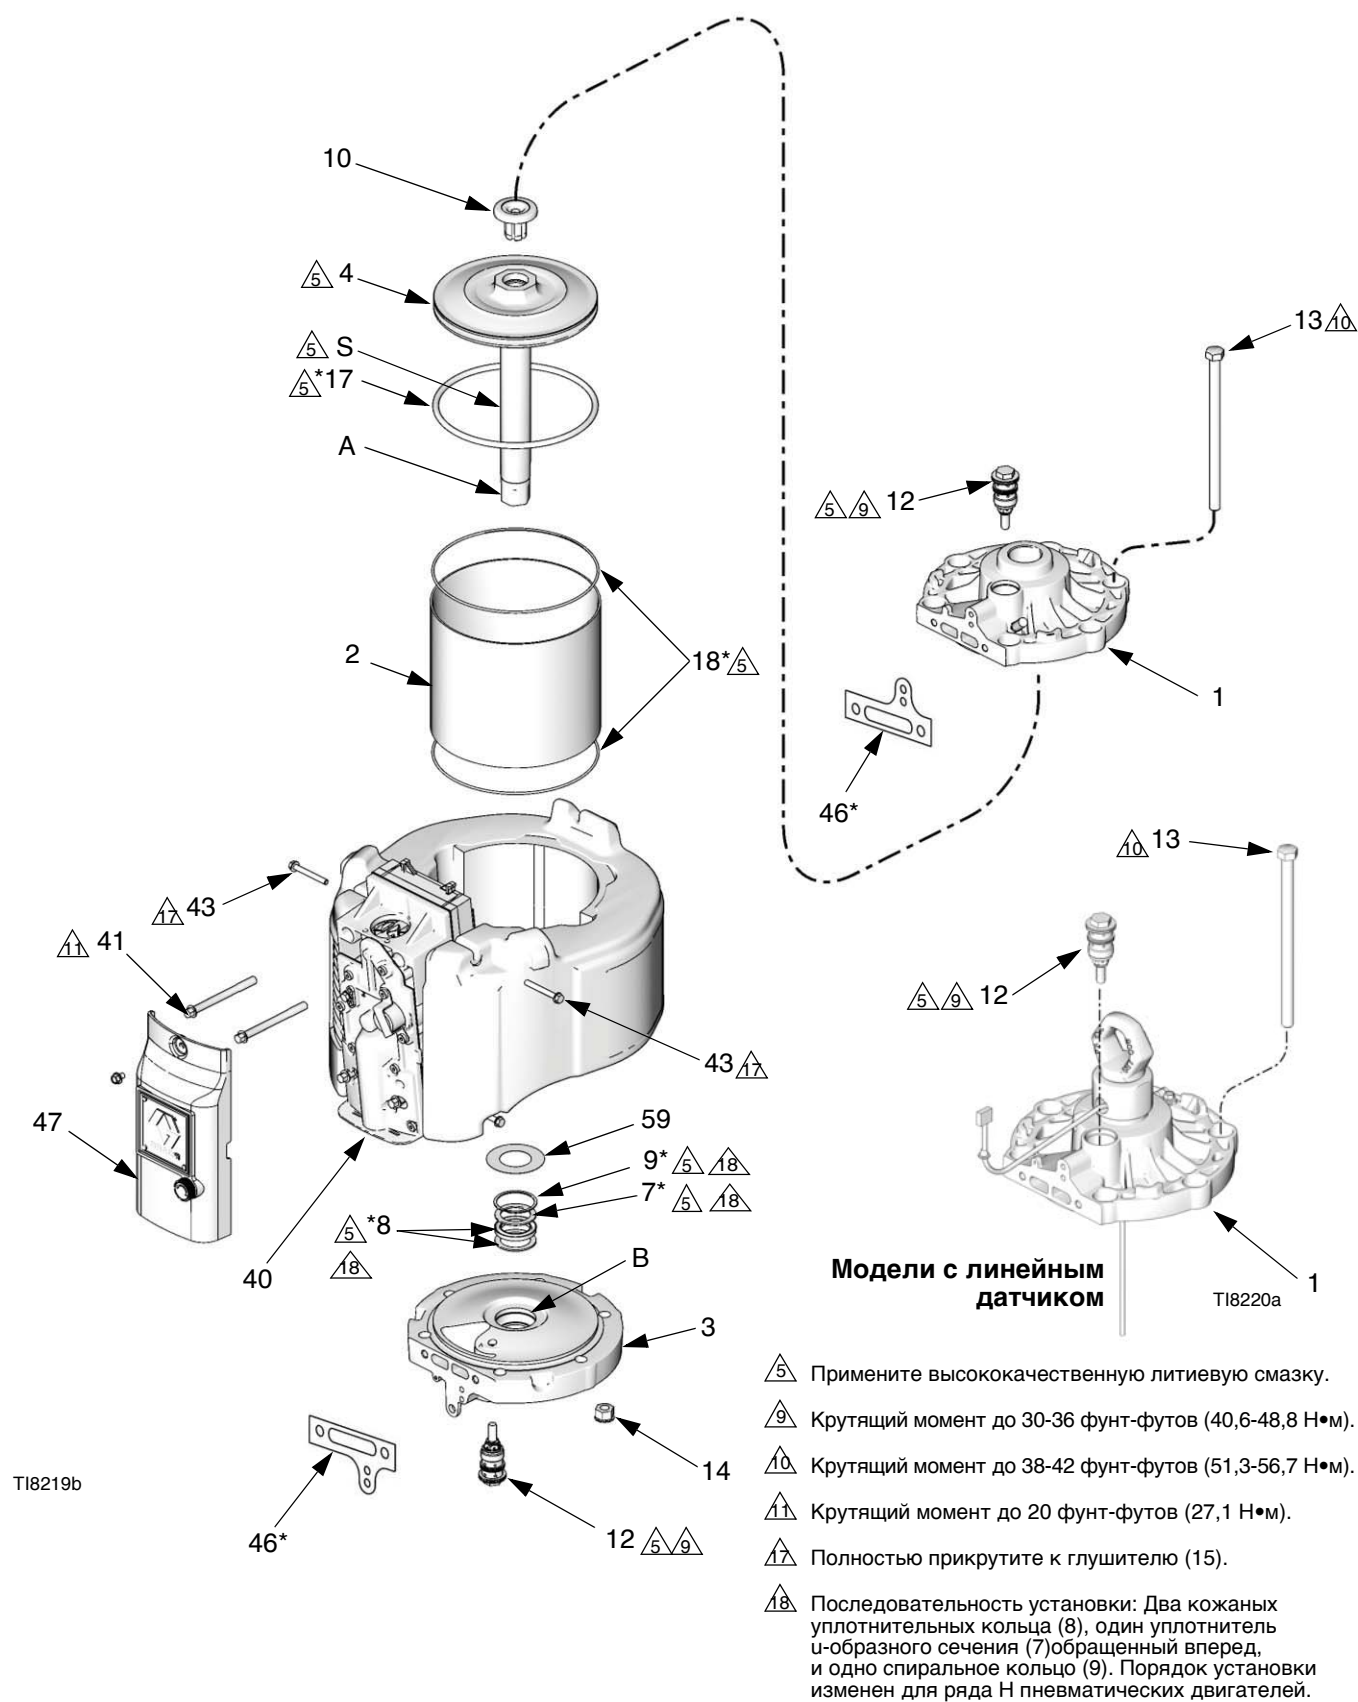

Рис. 12. Ремонт Пневматического двигателя
5. Снимите наружную крышку клапана (47). Смотрите. Рис. 12.
6. Удалите четыре винта (43) и глушитель (15).
7. Удалите два верхних винта воздушного клапана (41). Ослабьте, но не удаляйте два нижних винта (41). Наклоните воздушный клапан (40) для облегчения разборки.
8. Удалите стяжные болты (13). С помощью резинового молотка постучите по нижней стороне верхней крышки (1) для отделения крышки. Снимите верхнюю крышку с двигателя.
9. Разъедините пневматический двигатель от нижнего (см. ваше отдельное руководство по насосу). Освободите переходник штока поршня(A) присоединенный к штоку (S).
10. Вытолкните узел поршня (4) из верхней части цилиндра (2).
11. Осмотрите уплотнительное кольцо поршня (17). Проверьте поршень (4) и шток поршня (S) на отсутствие зазубрин или повреждений. Поршень для замены (4) содержит поршень, шток (S), переходник (A) и амортизатор (10).
12. Снимите цилиндр (2). Проверьте внутреннюю поверхность на отсутствие зазубрин или другого повреждения. Замените, если имеется повреждение.
13. Снимите амортизатор (59), стопорное кольцо (9), опорные уплотнения (8) и v-образное уплотнение (7) из нижней крышки (3). Проверьте детали на наличие износа или повреждения. Осмотрите подшипник (B) на месте (небольшое заедание приемлемо). Если подшипник поврежден, то замените нижнюю крышку (3).
1. Смотрите. Рис. 12 Установите две резервных прокладки (8 *), и затем v-образную прокладку (7 *) с кромками, обращенными вперед. Затем установите стопорное кольцо (9 *) в нижнюю крышку (3). Смажьте уплотнения. Установите амортизатор (59).